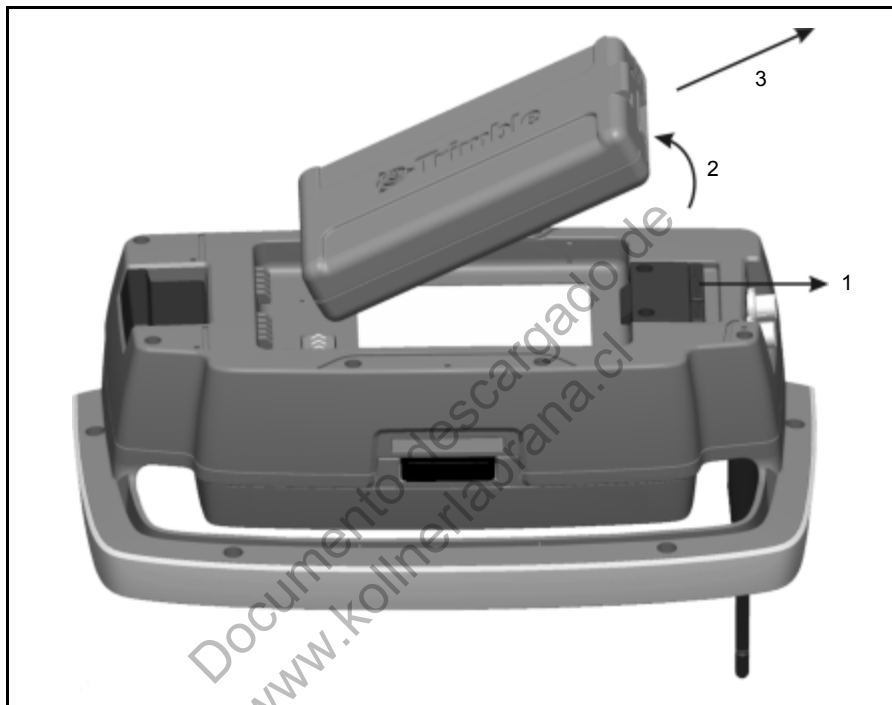

Figura 7.52 Sacando la batería del soporte robótico de Trimble
1. Quite el seguro de la batería (1).
2. Levántela por este lado (2).
3. Sáquela del soporte (3). Véase la Figura 7.52.